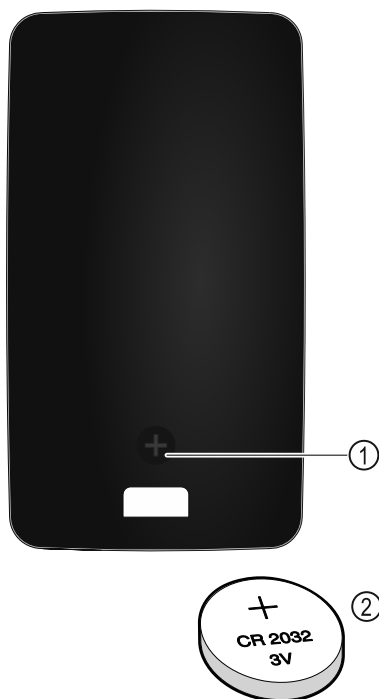

Fig. 229
De stroomvoorziening van de afstandsbediening vindt plaats via een batterij van het type CR 2032 met 3V Fig. 229 (2) die verkrijgbaar is bij de gespecialiseerde handel.
- Schroef Fig. 229 (1) aan achterzijde van de afstandsbediening eruit draaien.